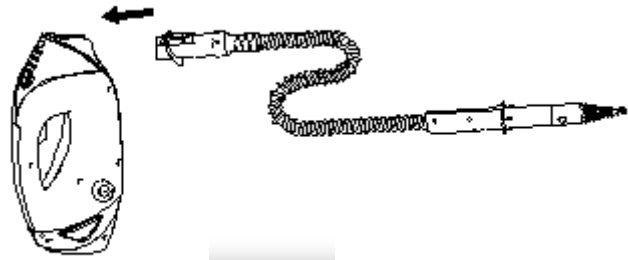

Abb. 15
- Um den Zubehörschlauch zu verwenden, befestigen Sie zunächst den Zubehörschlauch an dem mobilen Dampfreiniger, bis er einrastet (Abb. 15).